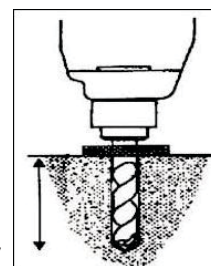

fig.17
6. Enfoncez une mèche à percussion de $\Phi 16$ à 150 mm de profondeur dans le sol à partir des trous de la plaque de base à l'aide d'un perforateur (Fig. 17), et nettoyez le trou.